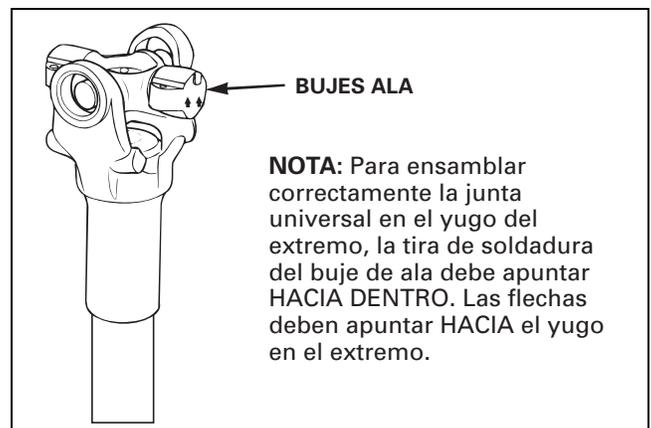

Figura 10
2. Instale la junta universal en el yugo, de manera que las tiras de soldadura del balero de ala apunten HACIA DENTRO. Figura 10.